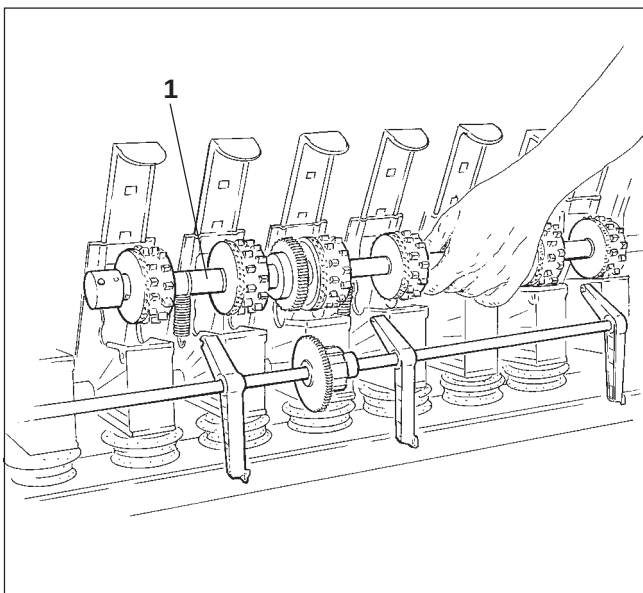

Рис. 7.24
- Высевājий валик (Рис. 7.24/1) вынуть из высевной коробки вместе с высевājими катушками.
- Вставьте в высевную коробку валик (Рис. 7.24/1) с новыми высевājими катушками.